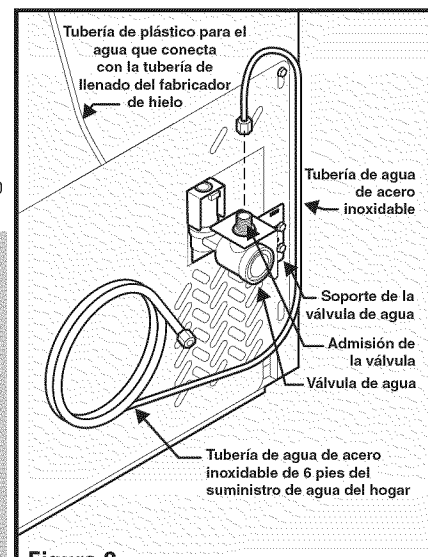

Figura 2
- Si utiliza tuberías de acero inoxidable, la tuerca y la férula ya están colocadas en la tubería. Deslice la tuerca de compresión sobre la admisión de la válvula y apriétela a mano. Apriete media vuelta adicional con una llave. NO apriete demasiado. **Vea la figura 2.**